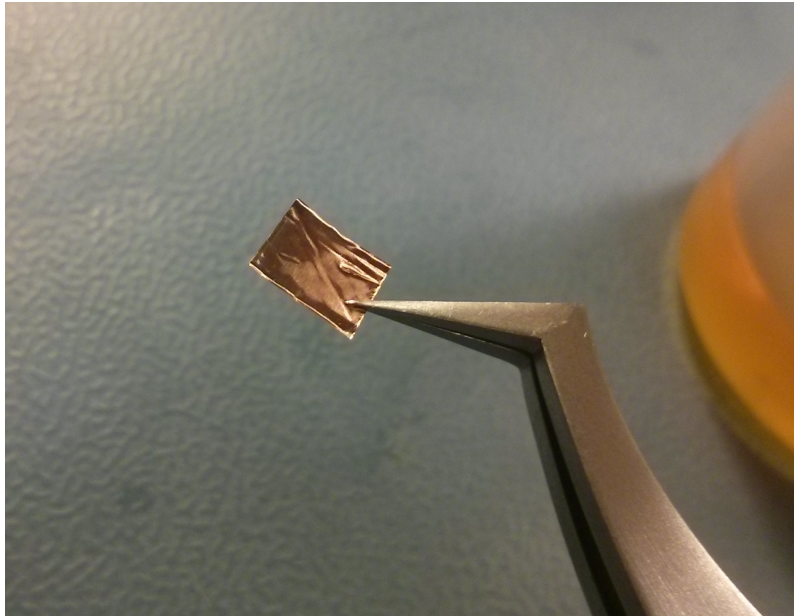

Figure 4: Ren tap af god størrelse
- Skær forsigtigt $\sim 0.5 \times 0.6$ cm firkant ud - undgå at bukke den. Se fig 4